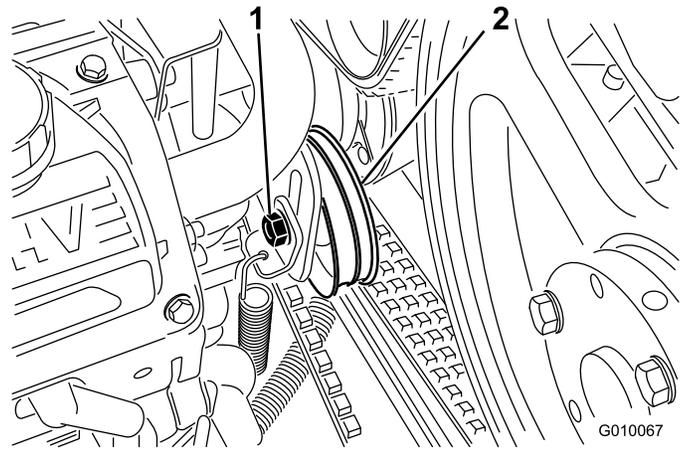

図 59
4. ポンプベルトのアイドラを調整スロットの範囲内で動かせる程度に、アイドラのボルトをゆるめる 図 59。